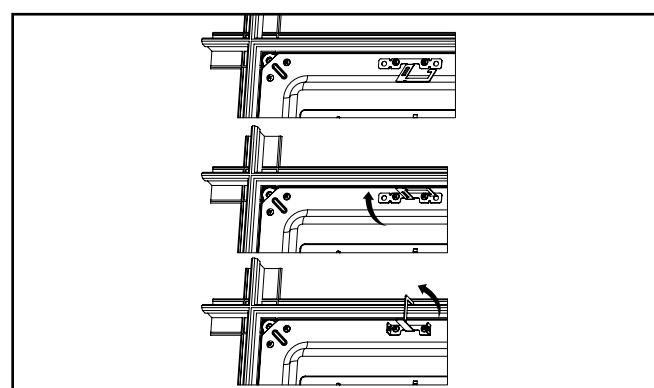

Figure 4.
- Les brides de grille sont fournies afin de mieux le retenir au système de plafond. Orientez 4 languettes à l'arrière du luminaire par-dessus la grille en T en les pliant vers le haut à 90 degrés et perpendiculaires à l'arrière du luminaire. Ensuite, pliez les languettes à 90 degrés vers le cadre de la grille en T (Fig. 4).